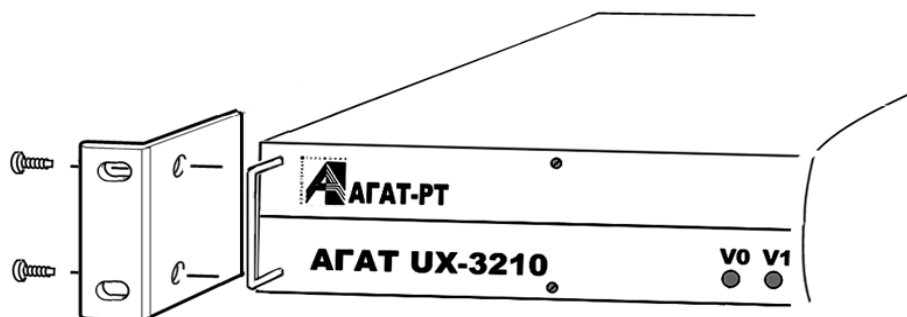
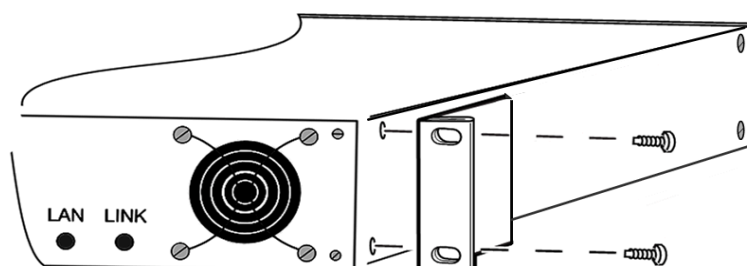

Рис. 43 – Установка IP-АТС АГАТ UX-3212/3410/3410S/3710 в 19" стойку (шаг 2, вариант 1)
Рис. 44 – Установка IP-АТС АГАТ UX-3212/3410/3410S/3710 в 19" стойку (шаг 2, вариант 2)
- Шаг 2** Установите уголки с боковых сторон IP-АТС и закрепите их теми же винтами, которые Вы вывернули из корпуса IP-АТС. Вы можете установить уголки так, как показано на Рис. 43, или так, как показано на Рис. 44.